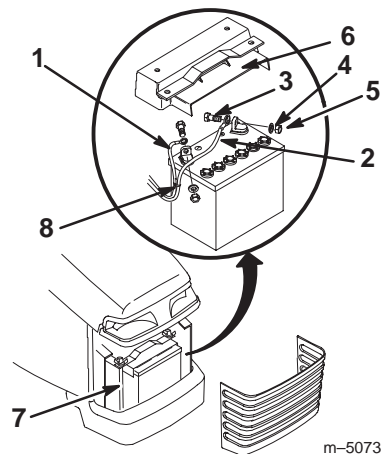

Bild 59
4. Entfernen Sie das Batteriehalteblech (Bild 59).
5. Klemmen Sie das Minuskabel (schwarz) vom Batteriepol ab (Bild 59).
6. Klemmen Sie das (rote) Pluskabel vom Batteriepol ab (Bild 59).
1. Setzen Sie die Batterie in das Chassis ein (Bild 59).
2. Schließen Sie das Pluskabel (rot) mit der Schraube, Scheibe und Sicherungsmutter am (+) Pluspol an (Bild 59).
3. Schließen Sie das (schwarze) Minuskabel mit der Schraube, Scheibe und Sicherungsmutter am (-) Minuspol an (Bild 59).